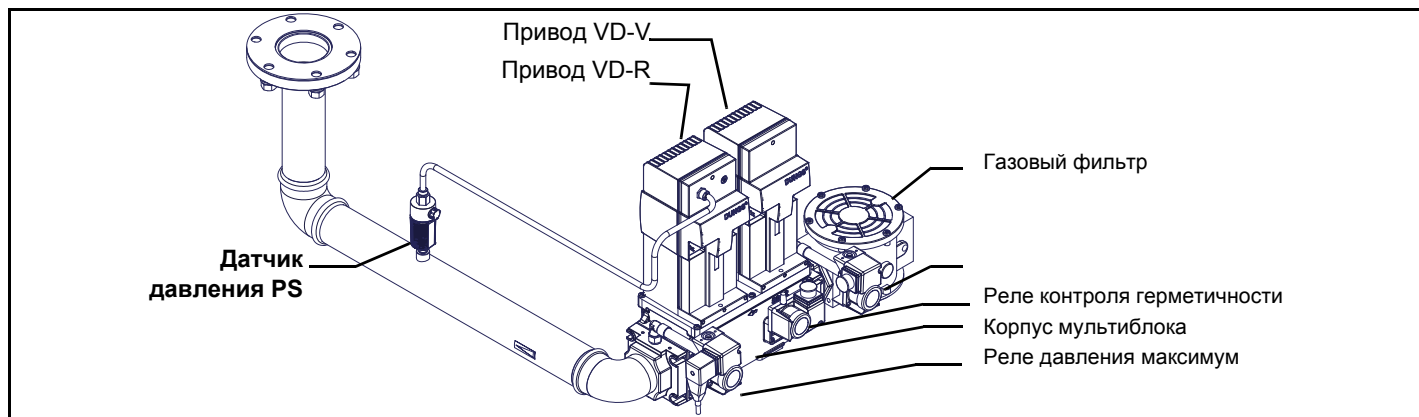

Рис. 11 - Пример газовой рампы
ВНИМАНИЕ: после монтажа газовой ramпы согласно схеме на Рис. 11, необходимо провести тестирование на герметичность газового контура, согласно требований действующих нормативов.
- 1 - б) при фланцевых соединениях: между соседними компонентами устанавливать прокладку (1А..1Е - Рис. 11), совместимую с используемым газом,
ВНИМАНИЕ: после монтажа газовой рампы согласно схеме на Рис. 11, необходимо провести тестирование на герметичность газового контура, согласно требований действующих нормативов.